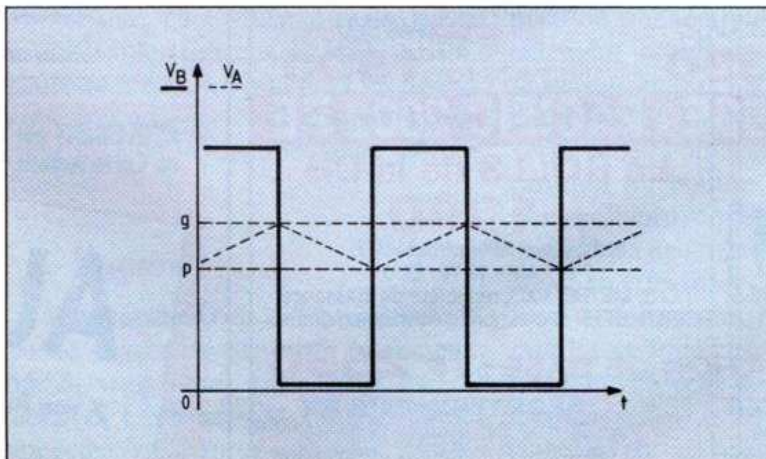

Fig. 24. - Formes d'ondes du circuit de la figure 23, en trait plein pour V_B , en tirets pour V_A .
Les courbes de la figure 24 montrent ce qui se passe, le potentiel du point (A) passant du minimum au maximum (ou le contraire) à chaque basculement, celui du point (A) évoluant entre le seuil bas p et le seuil haut g , suivant une courbe « en dents de scie à bois ».